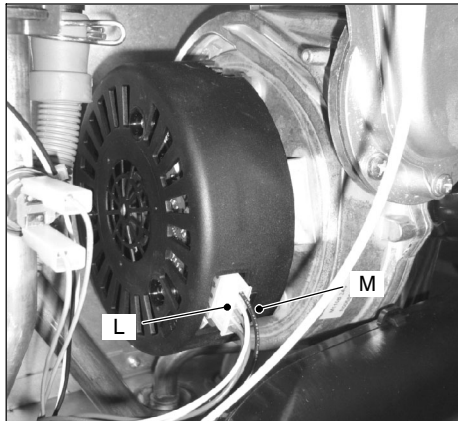

fig. 9.8
- 7 Scollegare il connettore del ventilatore L premendo il gancio in plastica M posizionato nella parte posteriore del connettore (fig. 9.8).